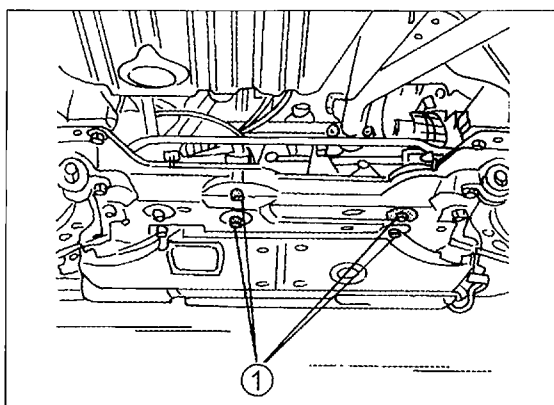

Bild 271
- Die Kurvenstabilisatorstange mit einem Reifenheber so weit wie möglich nach oben drücken und die Lenkung verdrehen, bis man das Kreuzgelenk aus dem Eingriff mit dem Lenkritzel bringen kann. Die Lenkung durch die Öffnung im inneren Kotflügelsteil (Radkasten) herausnehmen. Die Seite ist dabei wahlweise. Die ausgebaute und teilweise zerlegte Lenkung ist in Bild 271 gezeigt.